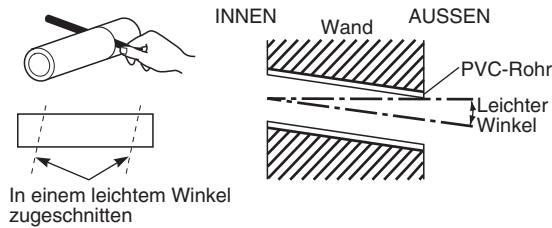

Abb. 3-21
- Die Dicke der Wand von innen nach außen messen, und PVC-Rohr leicht angeschragt auf die Wanddicke zuschneiden. Das PVC-Rohr in die Wand einsetzen. (Abb. 3-21)